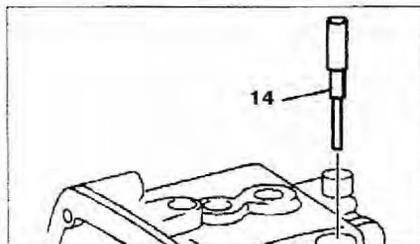

Рис. 4.82. Снимите плунжер 14 из корпуса коробки передач.
6. Снимите плунжер 14 из корпуса коробки передач (рис. 4.82).